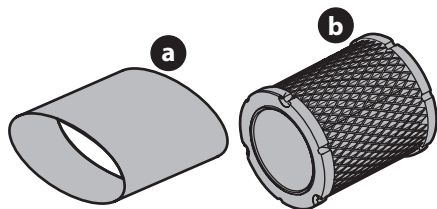

Figure 13
4. Enlevez le pré-filtre (a) en mousse qui se trouve autour du filtre à air en papier (b) (Figure 13). Remplacez la cartouche en papier si elle est sale ou endommagée. Nettoyez le pré-filtre en mousse ou remplacez-le s'il est endommagé.